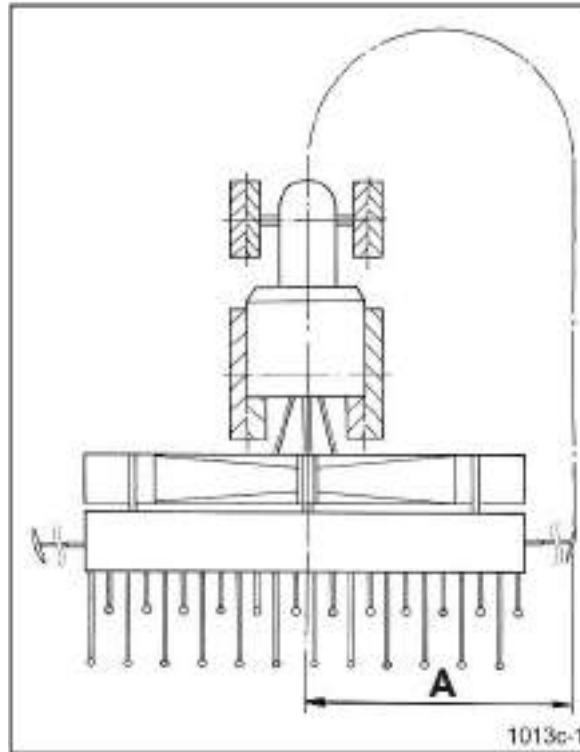

Рис. 95
4. Установите длину маркера на промежутке „A“ (Рис. 95) einstellen.
Промежуток А измеряется (Рис. 95)